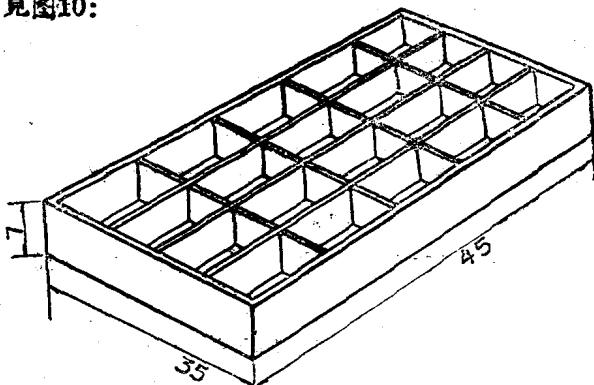

图10 空鉛盤(单位厘米)
2. 空鉛盤 是一种放細材料的长方形小格子盘，一般是35厘米闊，45厘米长，7厘米高，盘內各小格以能放下各种分數空鉛为限。空鉛盤的位置，大都是摆置在排版工人的左边，見图10：